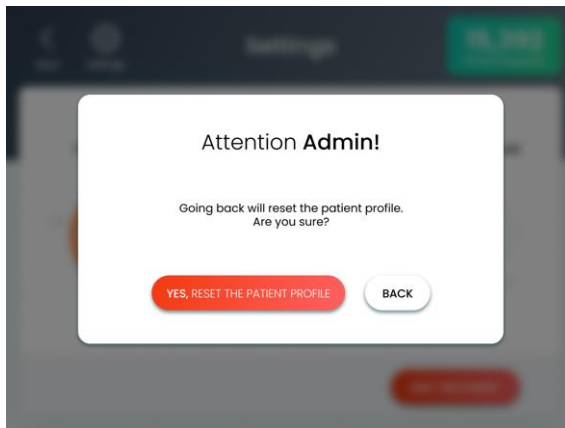

Figure 5-14. Écran Patient Profile Reset Attention (Avertissement de réinitialisation de profil du patient)
1. Dans l'écran Treatment (Traitement), appuyez sur le bouton **Back** (Retour) ; l'écran Patient Profile Reset Attention (Avertissement de réinitialisation du profil de patient) apparaît, comme illustré à la Figure 5-14.